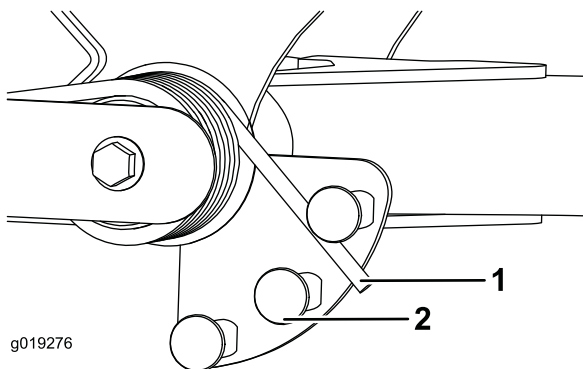

Figure 38
2. Insérez un tube ou un objet similaire sur le ressort long et le faire pivoter autour de l'actionneur de ressort à la position voulue (Figure 38).